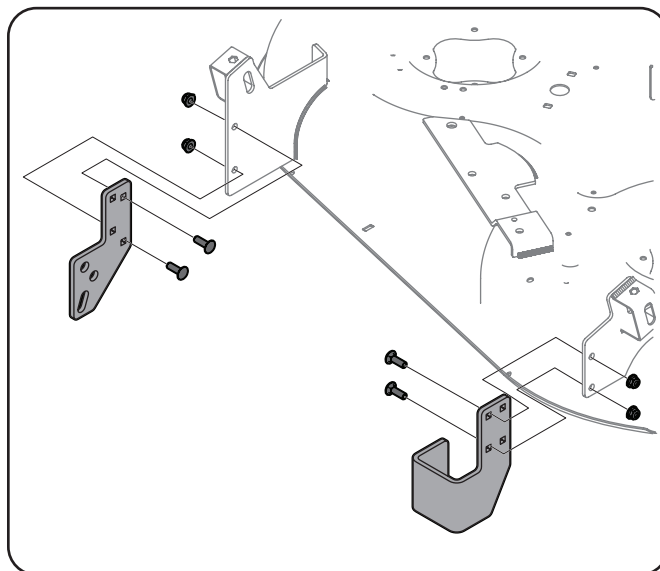

Figure 1-6
2. Installez les supports à galet de gauche et de droite (n° 6 et n° 7) aux emplacements indiqués à la Figure 1-6 sur les plateaux de coupe des tracteurs avec deux boulons de carrosserie (n° 1) et deux écrous de blocage $\frac{5}{16}$ (n° 3) par côté.